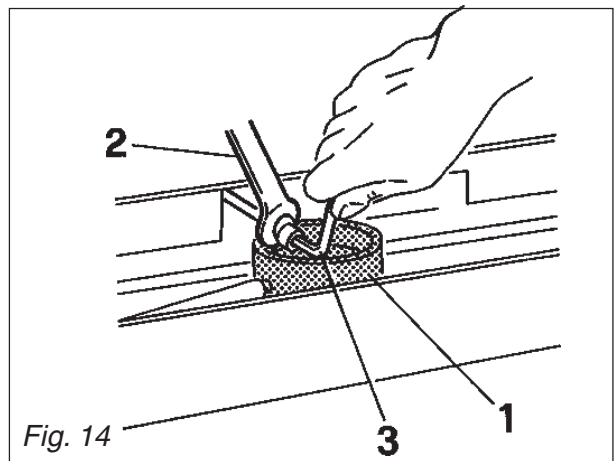

Fig. 14
- Con una llave 1 mantener firme la unión 2, (Fig.14), situada encima de la cubeta de descarga y al mismo tiempo aflojar, como máximo de tres vueltas, el tornillo hexagonal encajado 3.